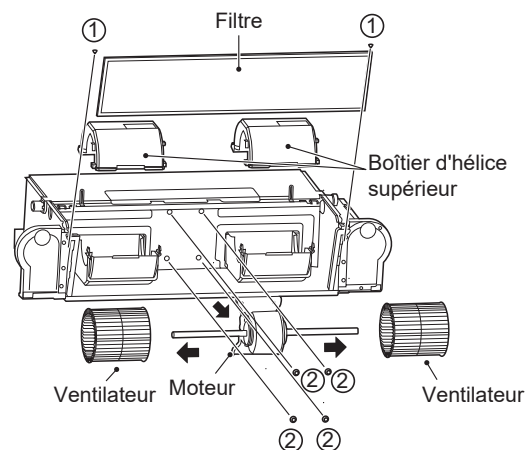

Figure 4-5 Retrait du filtre, de la volute supérieure et des vis du moteur
- Comme illustré à la Figure 4-5, retirez les vis ① \*2 pour retirer le filtre.